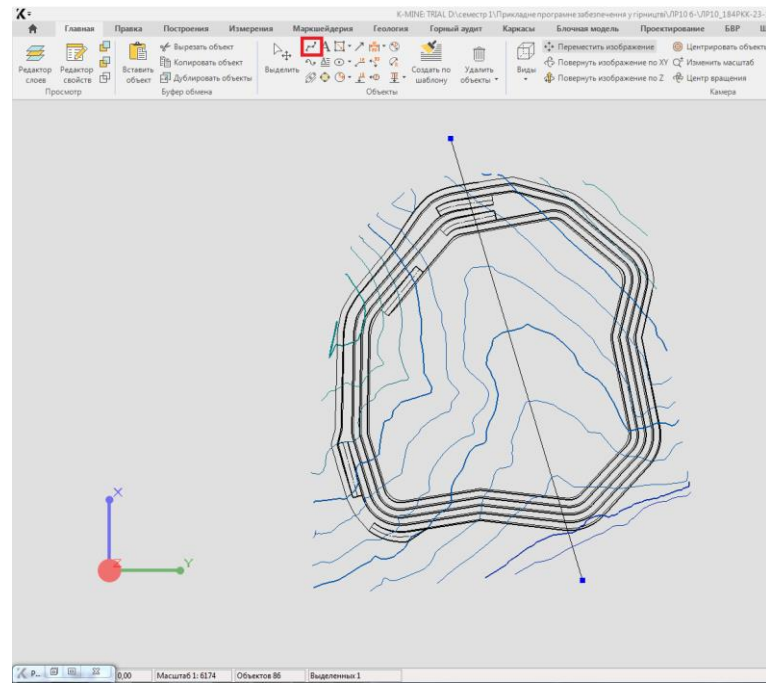

Рисунок 5.2. Лінія розрізу
4. За допомогою полілінії побудуйте лінію, по якій буде проходити майбутній розріз (рис.5.2).